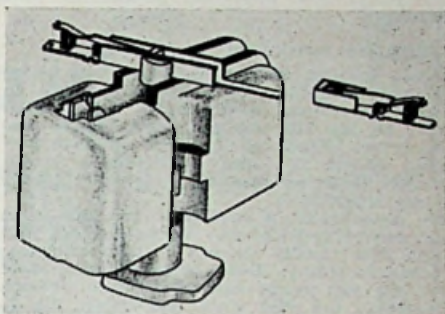

Fig 2
Het element is volledig afgeschermd, nl. door een elektromagnetisch scherm van mu metaal (E) en het elektrostatische scherm (B). Fig. 2 geeft een aanzicht van het volledige element met de zijdelings uitge-